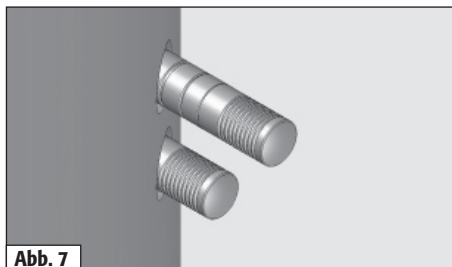

Abb. 7
Primärluft schließen	Primärluftschieber (I) ganz hineindrücken (Abb. 7)
Sekundärluft einstellen	Sekundärluftschieber (II) auf Einkerbung 3 (Abb. 7)